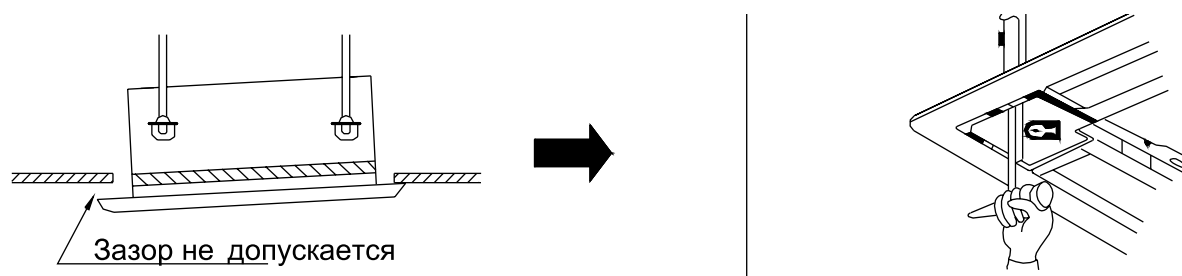

Рисунок 6.11 — Регулирование положения блока в горизонтальной плоскости
6.3.11.3 При необходимости отрегулируйте положение блока при помощи винта через отверстие в углу блока (см. рисунок 6.11).